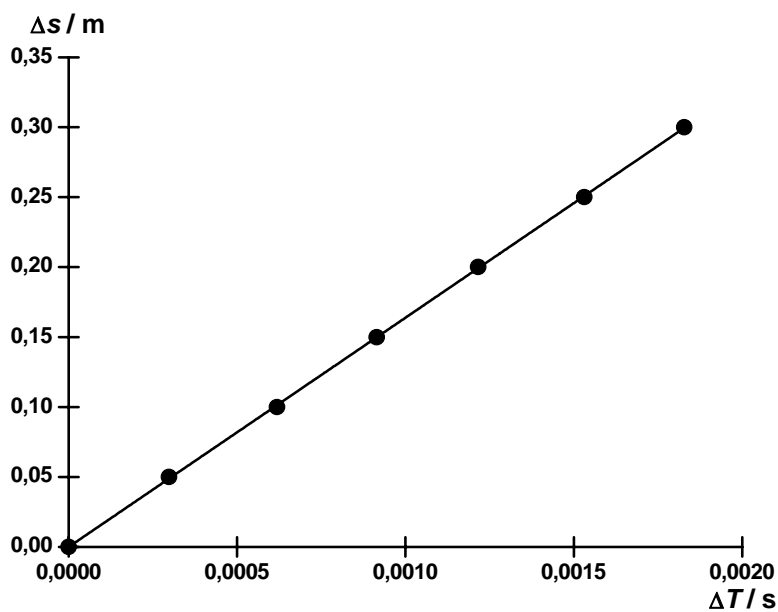

Fig. 2: Distâncias relativas em dependência das diferenças de tempo de percurso com reta de compensação adaptada à determinação da velocidade do som no ar.
- Aplicar as distâncias  $\Delta s$  contra as diferenças de tempo de percurso  $\Delta T$  e adaptar uma reta de compensação aos pontos de medição (fig. 2). Determinar a velocidade do som pela inclinação da reta